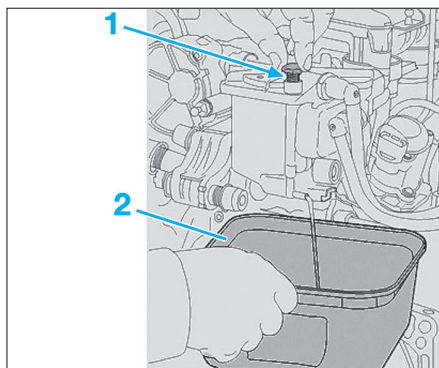
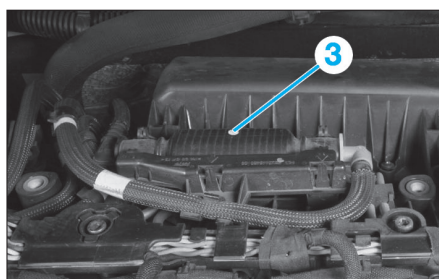

Fig. 54
Fig. 55
- Placer un récipient (1), sous la sortie du tuyau de purge carburant (Fig.54).
- Desserrer la vis de purge (2).
- Actionner pendant 30 secondes la pompe d'amorçage (3) manuelle pour évacuer l'eau contenue dans le filtre à carburant (Fig.55).
- Serrer la vis de purge en eau (2).
- Actionner plusieurs fois la pompe d'amorçage (3) manuelle pour amorcer le circuit carburant.